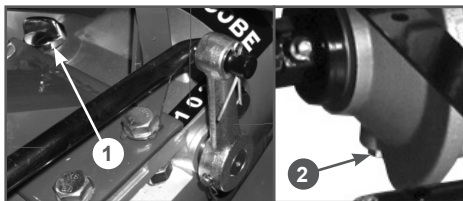

Рис. 21 Отверстия для замены трансмиссионного масла
- Очистите от загрязнений зону вокруг маслосазливной горловины коробки передач. Выкрутите крышку-щуп 1 (Рис. 21) горловины, протрите щуп насухо.
- Открутите сливной болт редуктора 2 (Рис. 21) и слейте масло в специаль-